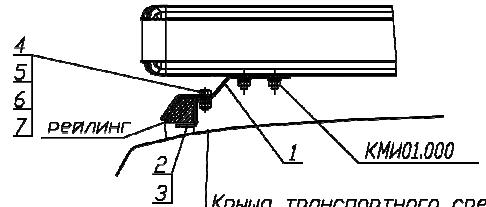

Рисунок 1.2
Закрепить кронштейны (1) (рисунок 1.2) при помощи болтов M8x20, гаек и шайб из комплекта КМИ01.000 на раме САБ (СБ) симметрично. Перемещая кронштейны (1) по пазам рамы выставить замеренное расстояние между краями кронштейнов (1). Установить САБ (СБ) с кронштейнами на рейлинги автомобиля. Рейлинги предварительно обернуть резиновыми прокладками (3). Убедиться, что кронштейны (1) охватывают рейлинги.